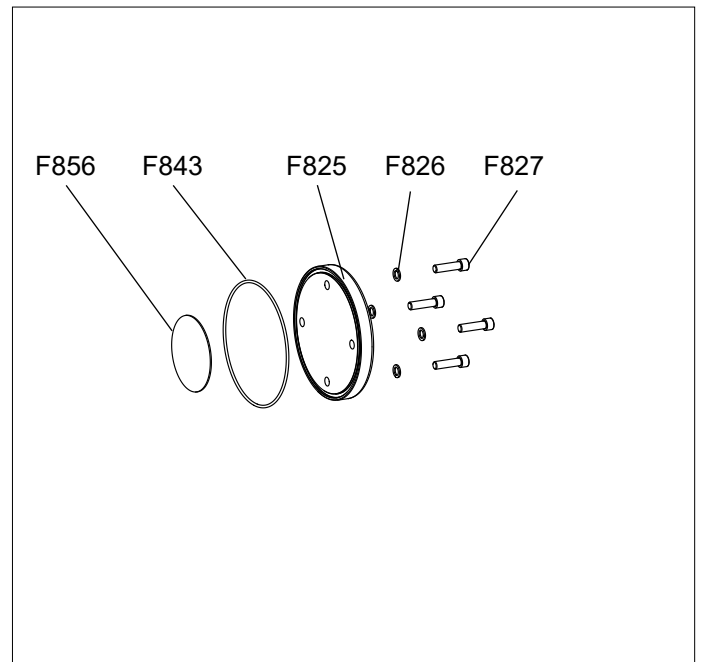

Fig. 2C
2. Retire los cuatro pernos de la placa del extremo (F827), las arandelas de la placa del extremo (F826) y la placa del extremo (F825) con una llave Allen (Ver Fig. 2C)
2. Retire los cuatro pernos de la placa del extremo (F827), las arandelas de la placa del extremo (F826) y la placa del extremo (F825) con una llave Allen. (Ver Fig. 2C)